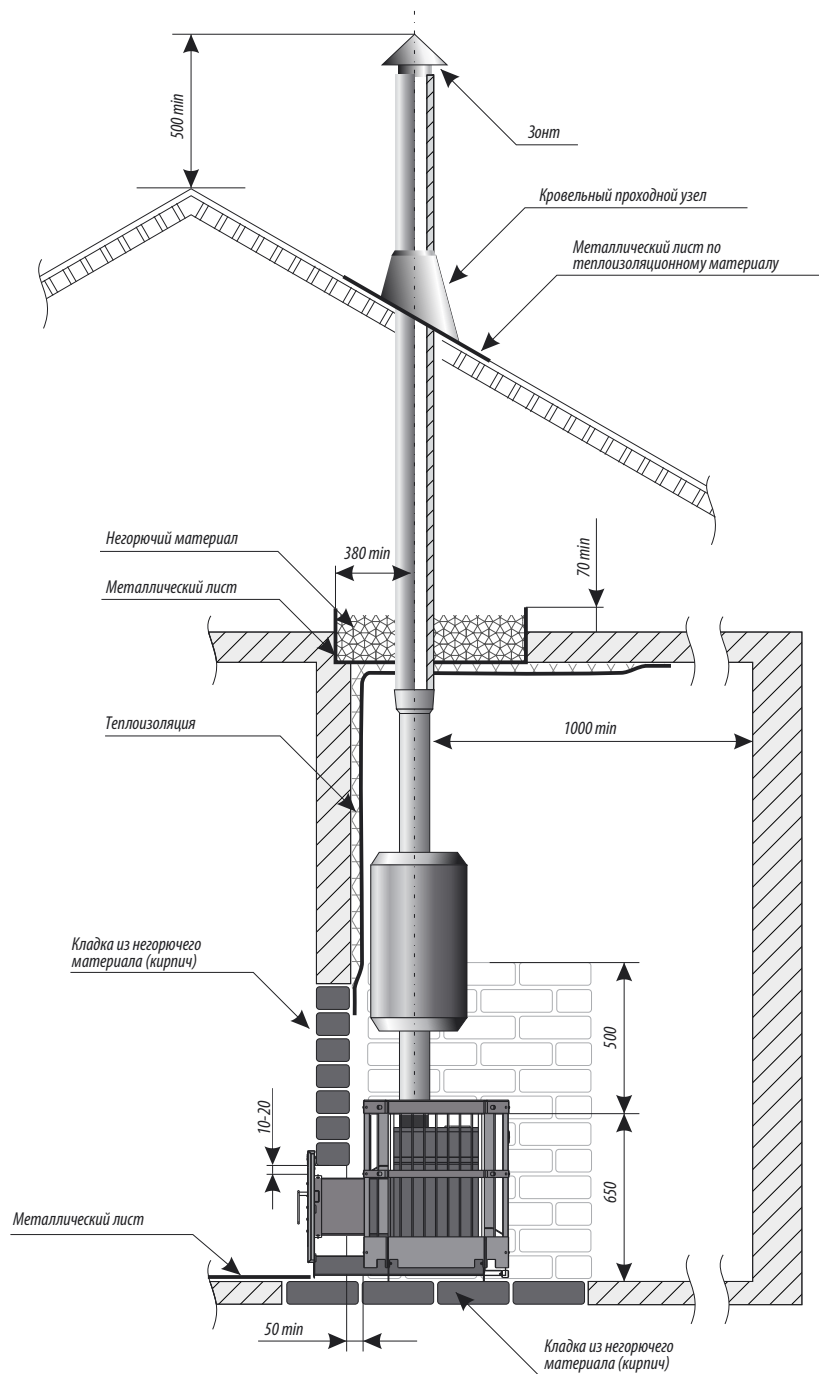

Рисунок 5. Схема установки печи (вид сбоку)
3. Установить печь со стороны парильного помещения так, чтобы топливный канал прошел сквозь отверстие в стене (рисунок 5 стр. 10).